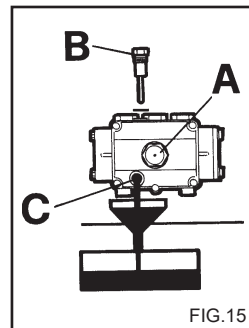

FIG.15
- 1) Skru opp drens-skruen på undersiden av pumpen (fig. 15 C).
- 2) Bruk peilepinnen til å skru av dekslet (fig. 15).